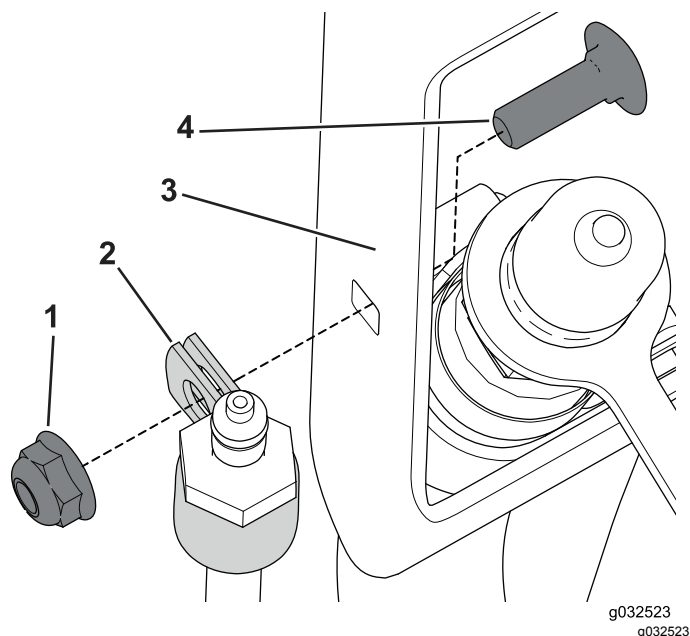

Figura 36
1. Coloque la abrazadera en R alrededor del conector de manguera (Figura 36).
2. Utilice el perno de cuello cuadrado (1/4" x 3/4") y la tuerca para sujetar la abrazadera en R al soporte de la manguera (Figura 36).